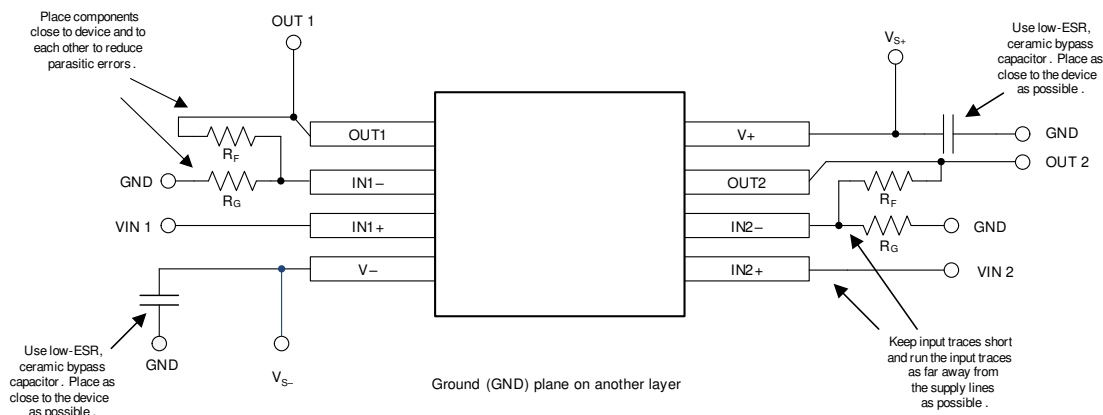

図 7-8. レイアウト例
- 外付け部品は、図 7-8 に示すように、可能な限りデバイスに近く配置します。 R_F と R_G を反転入力に近づけて配置すると、寄生容量を最小化できます。